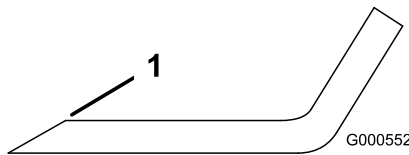

Figure 99
1. Au moyen d'une lime, aiguissez les tranchants à chaque bout de la lame (Figure 99).
Remarque: Si la lame est déséquilibrée, limez un peu l'extrémité de l'ailette seulement (Figure 99).